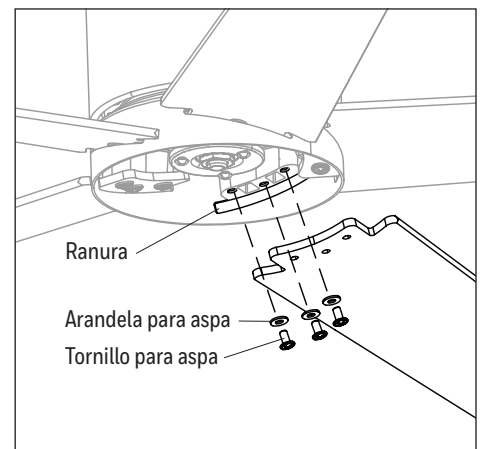

Figura 4.3
3. Inserte el aspa a través de la ranura del lado del ensamble del motor. Alinee los orificios de un aspa con los tres orificios para tornillos del aspa en la parte inferior del ensamble del motor. Asegure el aspa con tres tornillos y arandelas para el aspa. Repita los mismos pasos para el resto de las aspas (Figura 4.3).